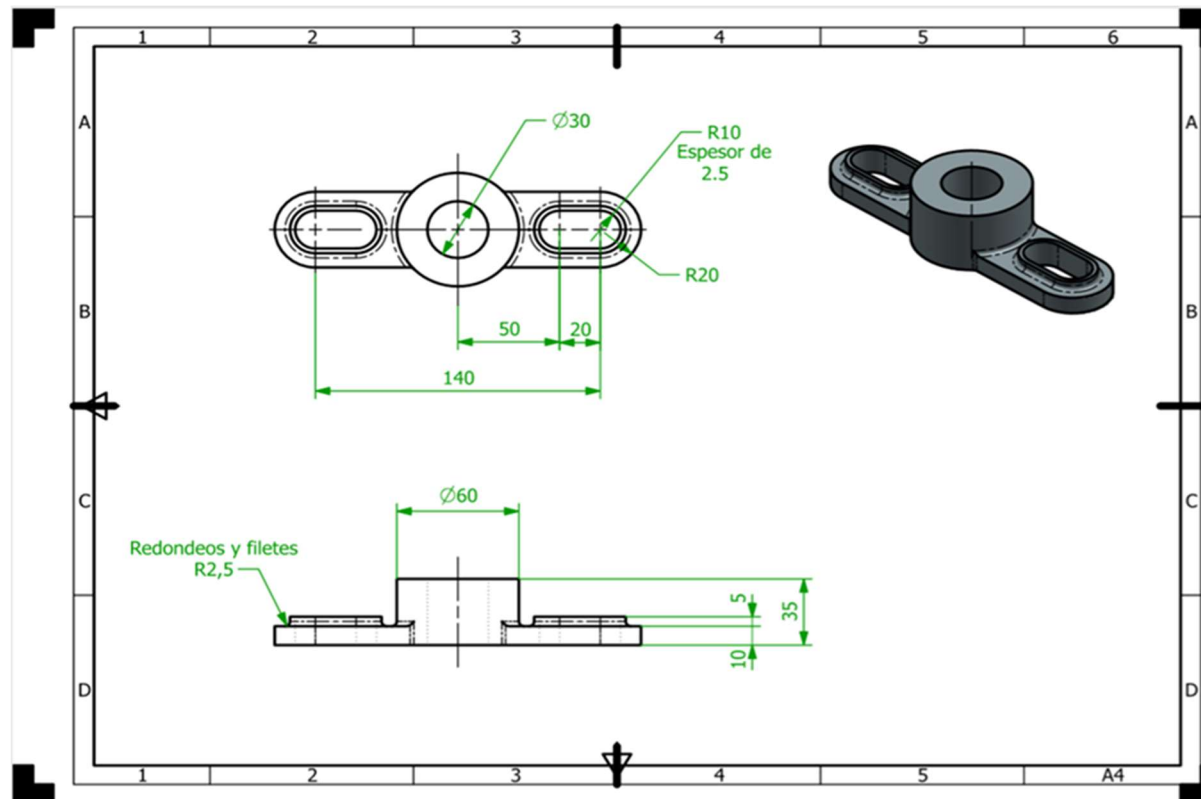

Figura 1
- 1) Obtener el modelo sólido de la junta que se muestra en la figura 1.